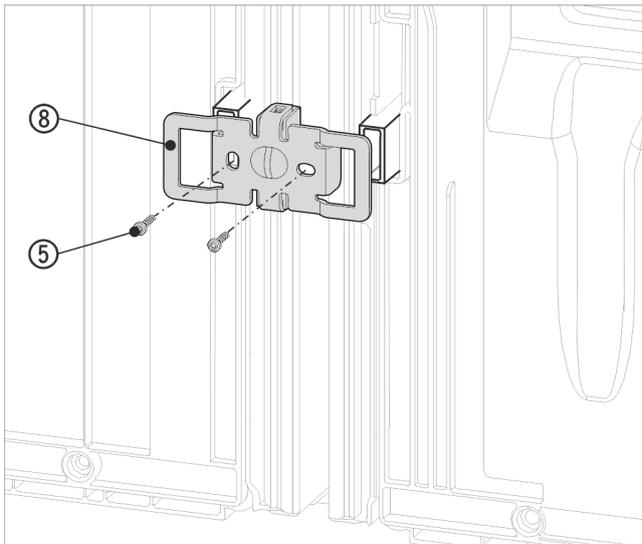

Fig. 19 例图
- ▶ 使用凹槽重新将角 Fig. 19 (8) 推入壁距调整垫片的插槽上方。
- ▶ 使用两颗螺栓 Fig. 19 (5) 拧紧固定。